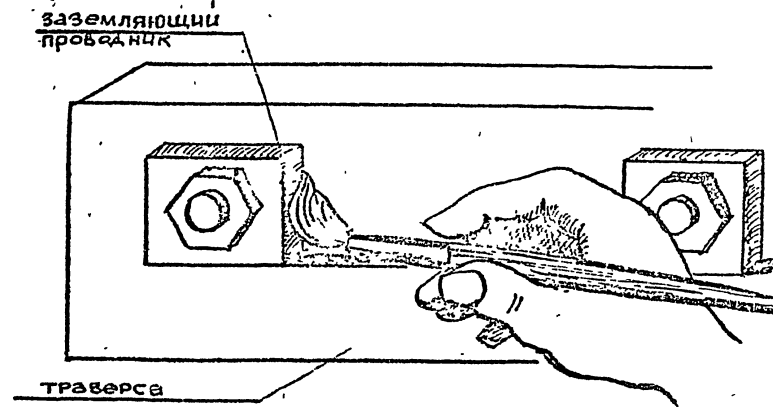

Рис.2
4.4. ЭЛ гаечным ключом проверяет качество болтовых соединений и покрывает резьбовые соединения и заземляющий проводник асфальто-битумным лаком (рис.2).